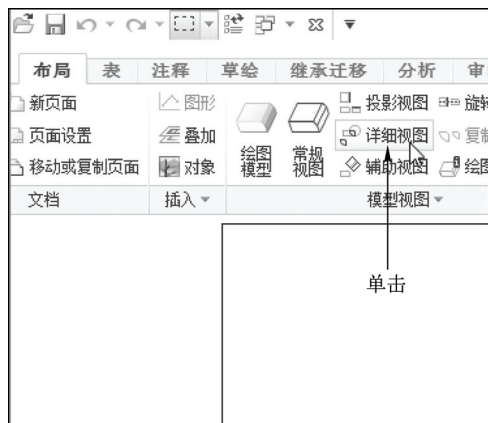

图 14-27 单击“详细视图”按钮
STEP 02 在功能区选项板的“布局”选项卡中，单击“模型视图”面板中的“详细视图”按钮，如图 14-27 所示。